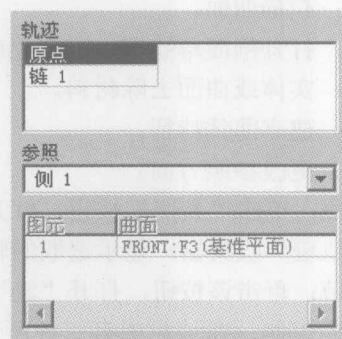

图 1-4
9) 相切：单击“相切”按钮，打开如图 1-4 所示的面板。在该面板设置扫描轨迹线的相切属性。